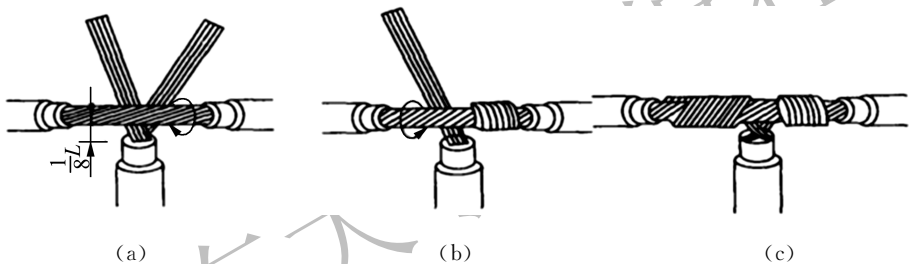

图 2-23 多股铜导线的“T”字分支连接方法
多股铜导线的“T”字分支连接如图 2-23 所示。
a. 把分支芯线散开钳平,将距离绝缘层 $1/8$ 处的芯线绞紧,再把支路线头 $7/8$ 处的芯线分成 4 根和 3 根两组,并排齐;然后用螺钉旋具把干线的芯线撬开分为两组,把支线中 4 根芯线的一组插入干线两组芯线之间,把支线中另外 3 根芯线放在干线芯线的前面,如图 2-23(a)所示。
b. 把 3 根芯线的一组在干线右边紧密缠绕 3~4 圈,钳平线端;再把 4 根芯线的一组按相反方向在干线左边紧密缠绕,如图 2-23(b)所示。缠绕 4~5 圈后,钳平线端,如图 2-23(c)所示。
⑤单股铜导线与多股铜导线的连接